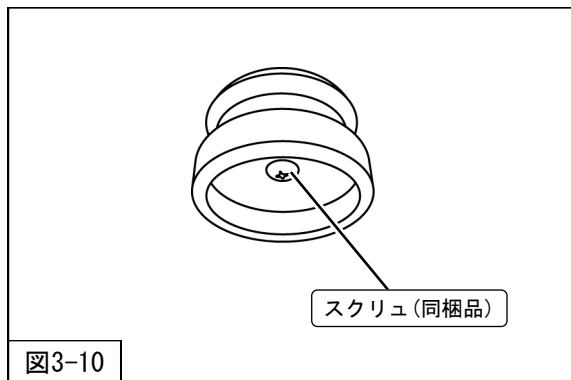

図3-10
- (4) スクリュ(同梱品)を使用し、(締付トルク: 4N・m)バンブラバーホルダー(同梱品)を加工した純正バンブラバーに固定してください。(図3-10)